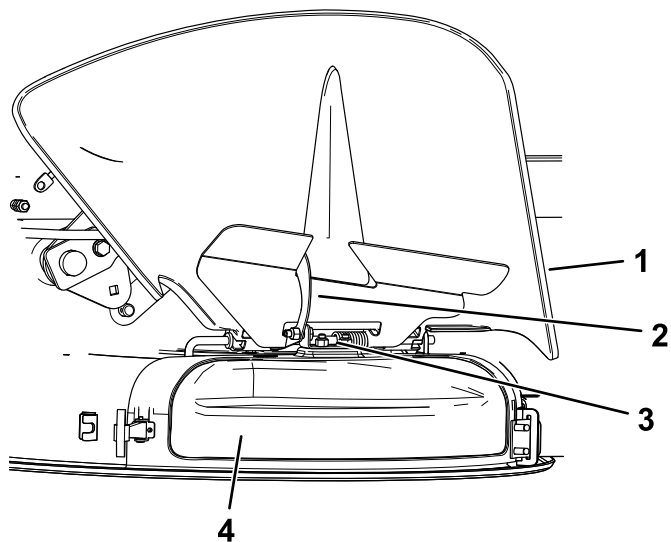

Figura 16
- Suelte el cierre en forma de gancho situado encima de la tapa de descarga de la varilla (Figura 16).
5. En la parte superior de la tapa de descarga, enganche el cierre en forma de gancho alrededor de la varilla del deflector (Figura 16).